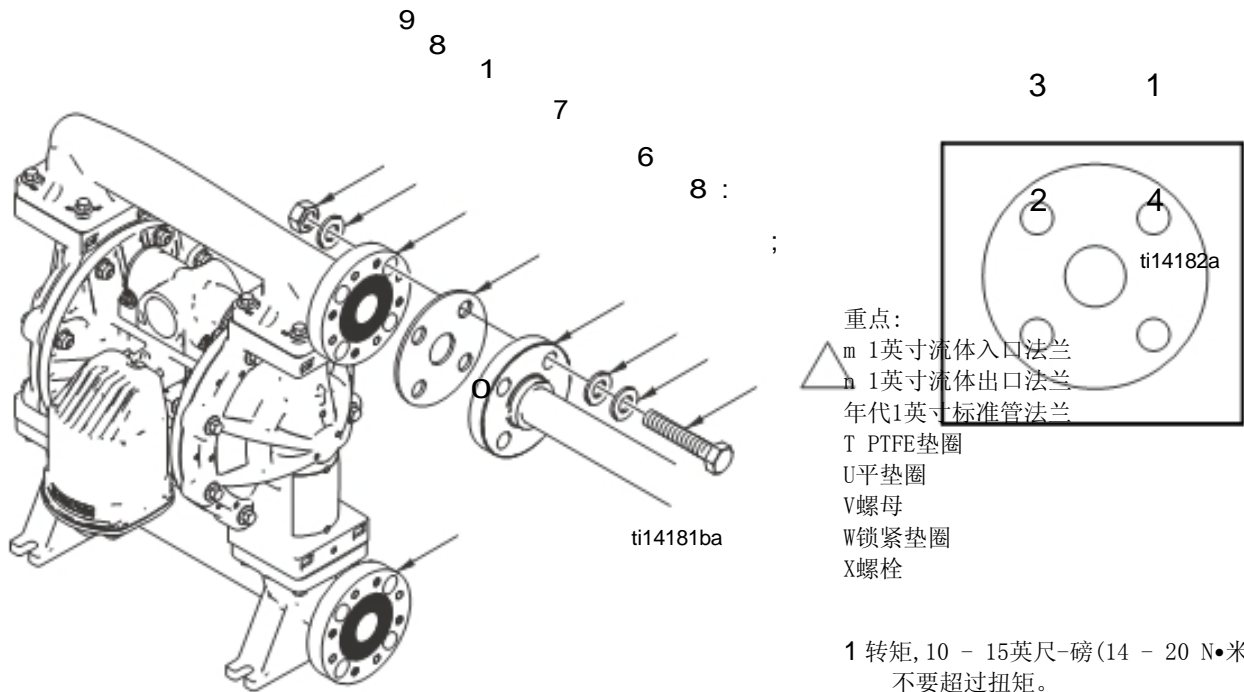

图. 6. 法兰连接 (只有塑料, VA25P, VA25C, VA25F 模型)
2. 安装导电的放气软管 (T)同时将消音器(P) 连接到软管另一端。最小尺寸的放气软管为 19 mm ID. 如果需要的软管的长度大于4.57 m 那使用大直径的软管. 避免尖锐弯曲或打结的软管. 见图6.
3. 在排气管末端安放一个容器(U) 以盛放隔膜破裂流出的流体
标准法兰塑料管道泵。图6